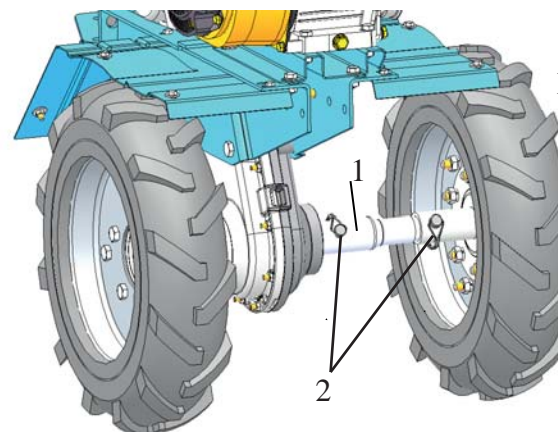

рис. 5
1.2 Установить удлиннитель (1) на ось колеса, зафиксировать стопором (2) и обратно установить на левую ось редуктора, зафиксировать стопором (рис. 5).